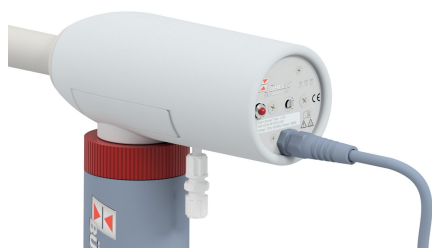

Abb. 1
- Entfernen Sie den Stopfen aus der Sondenumhüllung (Abb. 1 und 2)